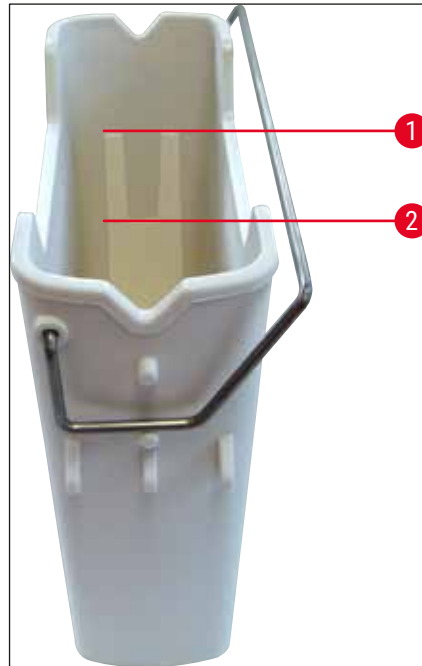

Bild 67
4. Kontrollera att fyllnadsnivån är tillräcklig (→ Bild 67) och reagensmedlet fritt från smuts. Byt ut xylene om det är kontaminerat (→ Sida 37 – 4.6.3 Förbereda reagenskyvetten, fylla den och sätta in den i laddningsfacket) och rengör reagenskyvetten innan du fyller på den igen.